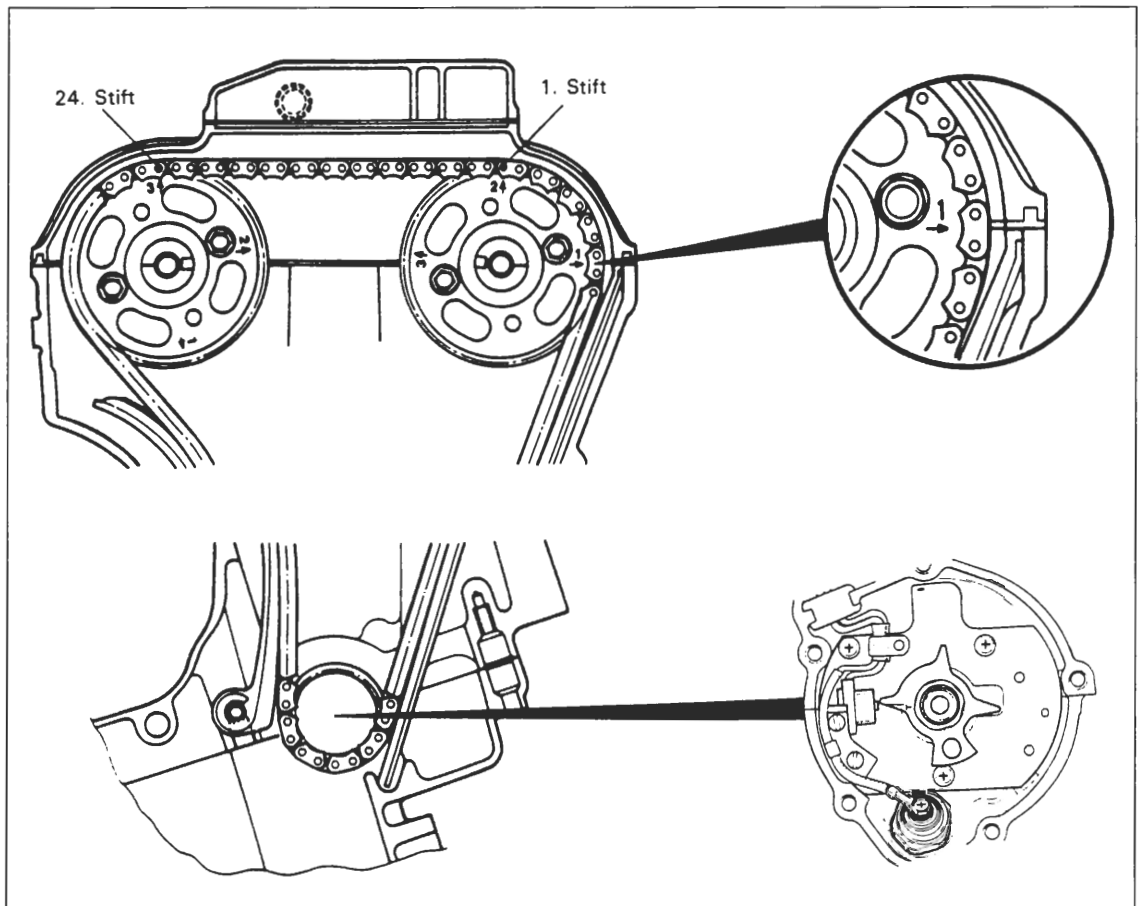

Bild 194
- Steuerkette und Ritzel ab Modelljahr 1996 siehe Bild 194.